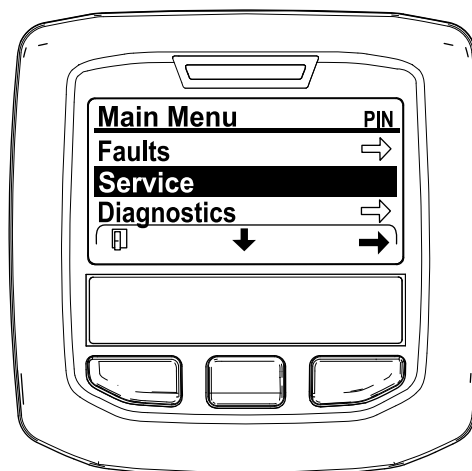

図 38
2. メインメニューMAIN MENU画面で、中央ボタンを押して整備SERVICEメニューへ移動し、右ボタンで整備SERVICEを選択する 図 38。